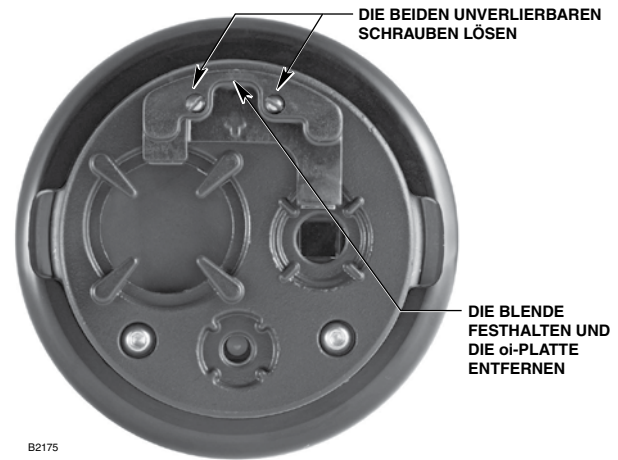

Abbildung 19—Ausbauen der **oi**-Reflektorplatte
2. Lösen Sie die beiden unverlierbaren Schrauben, ergreifen Sie die **oi**-Reflektorplatte anschließend an der Blende, und nehmen Sie sie vom Melder ab. Siehe Abbildung 19.